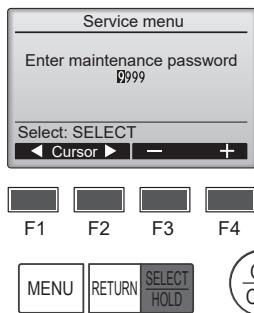

Fig. 6-2
- ① Sélectionnez "Service" dans le menu général puis appuyez sur le bouton [SELECT/HOLD].
- ② Lorsque le menu SAV est sélectionné, une fenêtre vous invitant à saisir le mot de passe apparaît. (Fig. 6-2)